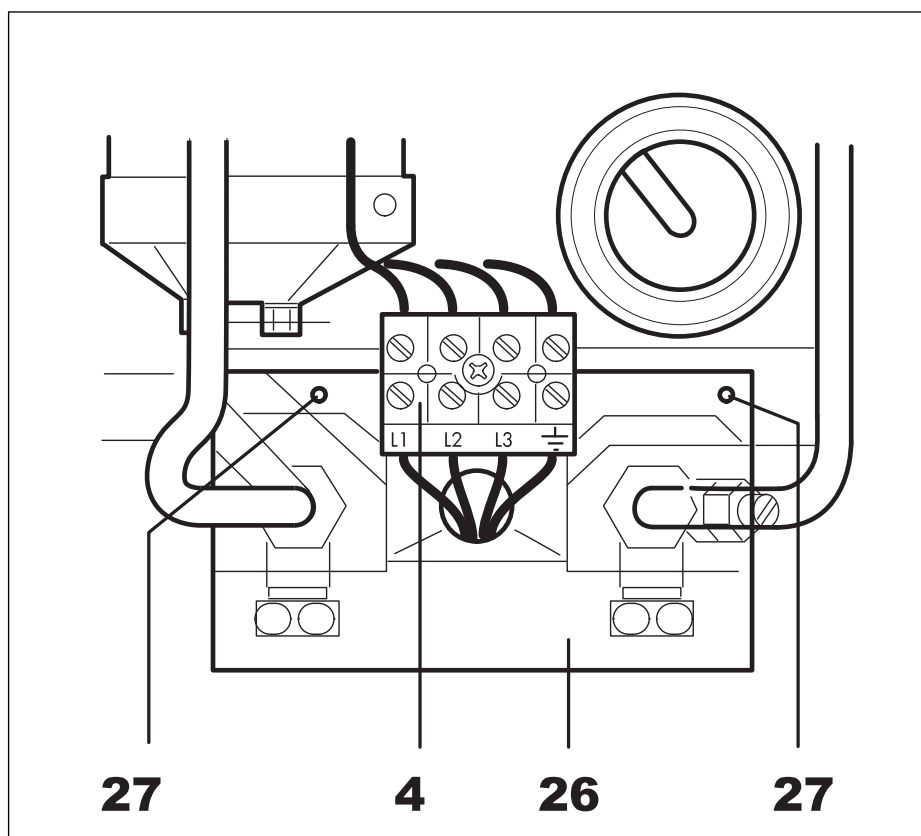

Рис. 6.2 Ввод электрического кабеля в нижней части прибора
При подключении снизу (рис.6.2) снять расположенную сверху клеммную колодку (13). Продеть подводящий кабель через прилагаемую прямоугольную защитную насадку (26) и укрепить ее внизу на заднюю стенку прибора между подсоединениями воды на крючки (27) рис.6.2.
Затем следует привинтить клеммную колодку (13) на подготовленное место (4, рис. 6.2). Сетевой кабель присоединить к клеммам L1, L2, L3, а заземляющий провод к соответствующему зажиму.